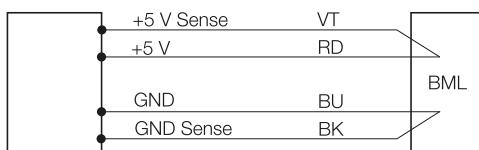
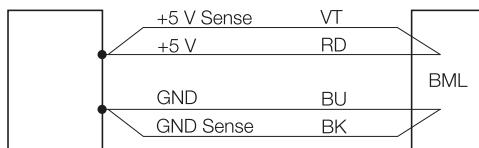

Fig. 4-3 : Bloc d'alimentation avec ligne « Sense »
Fig. 4-4 : Bloc d'alimentation 5 V sans ligne « Sense »
- i** En cas de fonctionnement sur 5 V, la tension de service doit être de 5 V $\pm 5\%$. Afin d'éviter les chutes de tension dans le câble d'alimentation, l'utilisation d'un bloc d'alimentation régulé avec entrée « Sense » est recommandée (Fig. 4-3). Si cela n'est pas possible ni souhaité, coupler les lignes « Sense » du câble à 12 conducteurs parallèlement aux lignes +5 V et GND (Fig. 4-4).